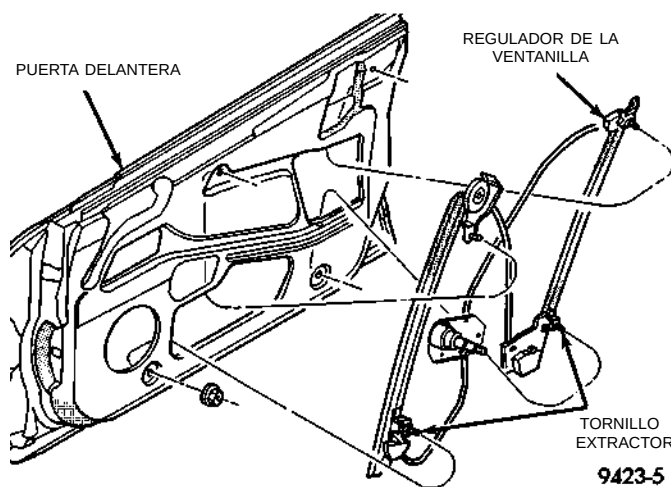
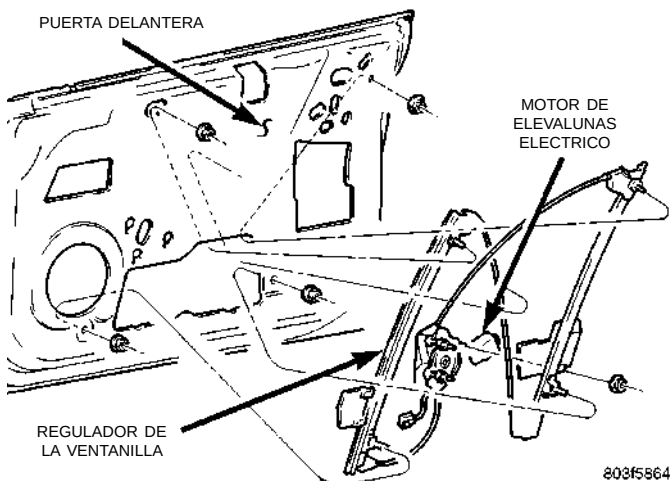

Fig. 22 Regulador manual de ventanilla de puerta delantera
Fig. 23 Regulador automático de ventanilla de puerta delantera
(1) Retire el panel tapizado de la puerta y el protector contra el agua.
(2) Retire el cristal de la puerta.
(3) Desconecte el conector del cable al motor del elevavinas eléctrico, si el vehículo lo tiene instalado.
(4) Retire las tuercas que fijan la parte superior del regulador al panel interior de la puerta.
(5) Retire las tuercas que fijan la parte inferior del regulador al panel de la puerta (Fig. 22) y (Fig. 23).
(6) Afloje los pernos que fijan la manivela/motor del regulador al panel de la puerta.
(7) Desacople los pernos de las muescas del ojo de llave en el panel de la puerta.
(8) Retire el regulador de la ventanilla del orificio de acceso en el panel de la puerta.
(9) Retire el motor del elevavinas eléctrico del regulador, si el vehículo lo tiene instalado. Para informarse sobre los procedimientos del Motor del elevavinas eléctrico, consulte el Grupo 8S.